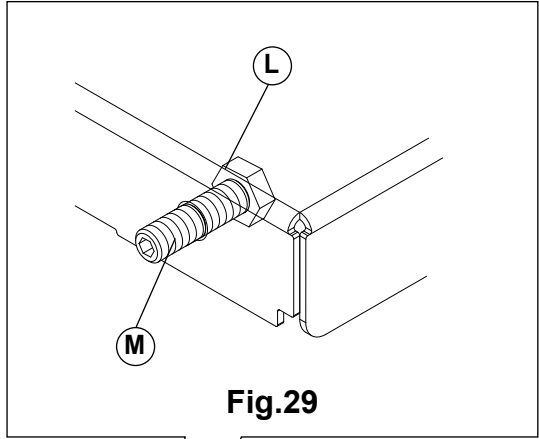

Fig.29
Se sulle pedane del sollevatore vengono montati piatti rotanti, è necessario, successivamente al montaggio dell'accessorio, compensare gli eventuali spazi vuoti con dadi (L) regolati mediante viti (M) (fig.29).
If the lift platforms have rotating plates assembled, after assembly of the accessory, you must compensate any empty spaces with nuts (L) adjusted using screws (M) (fig.29).
Wenn Drehplatten an den Plattformen der Hebevorrichtung montiert werden, müssen nach dem Anbringen des Zubehörs, eventuelle Leerräume mit die Mutter (L) befestigen ausgeglichen werden, die mit Schrauben (M) eingestellt sind (abb.29).
Si les plates-formes de l'élevateur sont équipées de platines rotatives, il faudra compenser les éventuels espaces vides au moyen des écrous s(L) à régler avec les vis (M) après que l'accessoire sera monté (fig.29).
Si en las plataformas del elevador se montan platos giratorios, es necesario, después del montaje del accesorio, compensar los eventuales espacios vacíos con las tuercas (L) reguladas mediante tornillos (M) (fig.29).